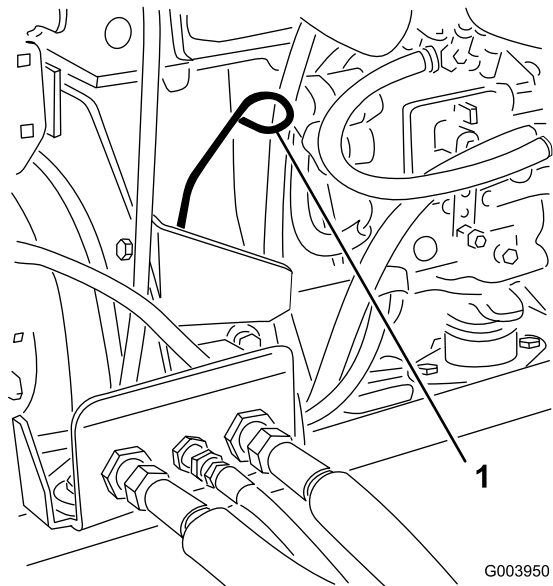

Figura 30
3. Retire la varilla, límpiela, y vuelva a colocarla (Figura 30).